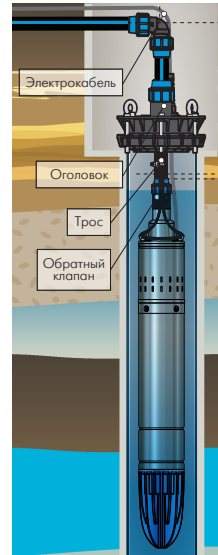

Рисунок 2
5.2. Монтаж насоса (рисунок 2).